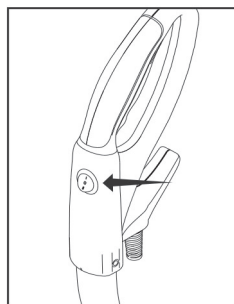

Fig. 2
L'interrupteur d'alimentation situé sur la poignée de l'aspirateur est un commutateur à trois positions (Fig. 2). La position du milieu (O) est la position « Arrêt » du commutateur, la position arrière (I) permet de mettre l'aspirateur en « Marche » et la position avant (II) correspond à la « Puissance maximale » (Fig. 3).